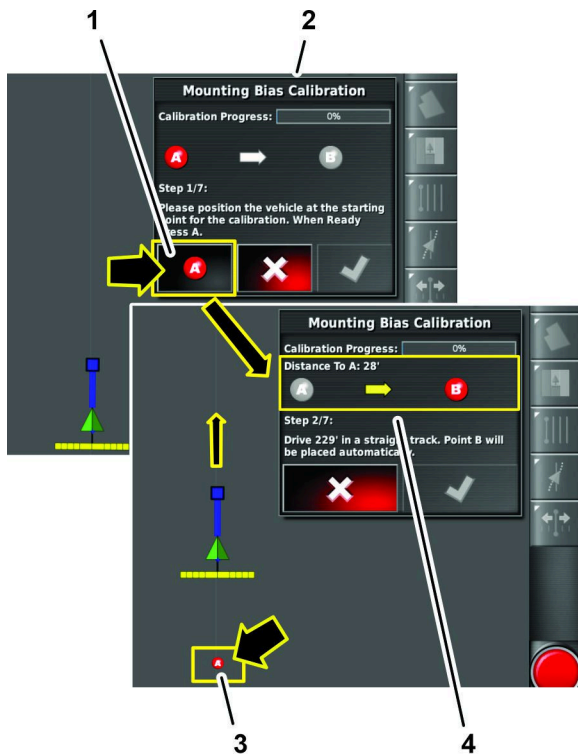

**Figura 167**
3. Prima o ícone MOUNTING BIAS (Figura 167).